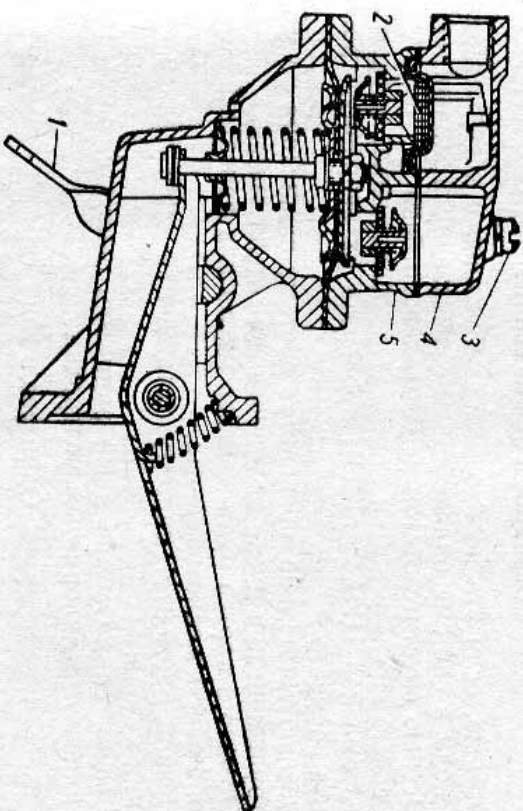

Рис. 23. Бензиновый насос.
3. Снимите крышку бензинового насоса, отвернув два винта, выньте сетку фильтра и очистите ее. В случае необходимости очистите корпус насоса (рис. 23).